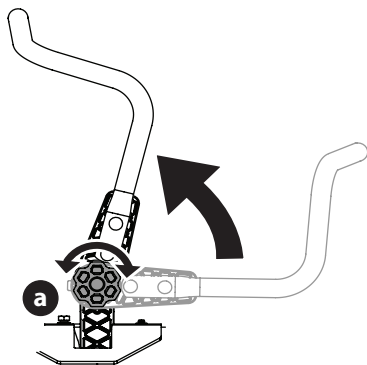

Figure 9
1. Tournez le bouton (a) en sens inverse des aiguilles d'une montre pour le desserrer (a) (Figure 9).
3. Tournez le bouton dans le sens des aiguilles d'une montre pour sécuriser le levier de commande de transmission des barres de conduite en position (Figure 9).